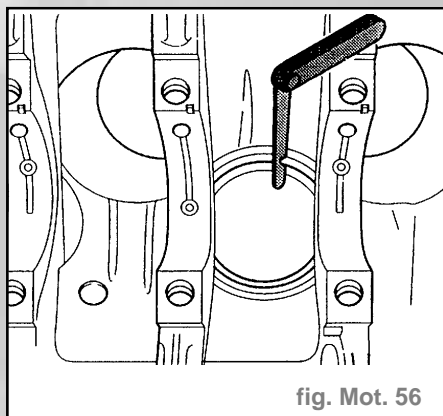

fig. Mot. 56
- Enfoncer par le haut le segment à angle droit par rapport à la paroi du cylindre jusque dans l'ouverture inférieure du cylindre, à une distance d'environ **15 mm** du bord du cylindre. Utiliser un piston sans segments pour enfoncer le segment (fig. Mot. 56).